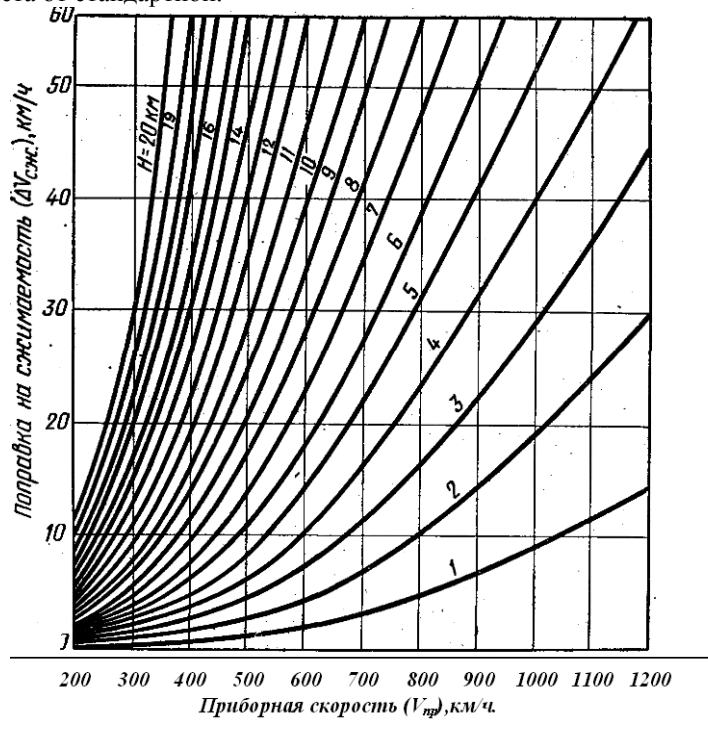

Рис. 4. График поправок на изменение сжимаемости воздуха.
При скорости полета примерно  $350 \text{ км/ч}$  воздух впереди самолета сжимается, его плотность и, следовательно, скоростной напор увеличиваются. На малых высотах ошибка вследствие сжимаемости воздуха  $\Delta V_{сж}$  незначительна, но с увеличением высоты и скорости полета она заметно возрастает. Поправка на изменение сжимаемости воздуха определяется с помощью графика (Рис. 4) или по специальной шкале навигационного расчетчика. При расчете истинной скорости эта поправка всегда вычитается, а при расчете приборной скорости - прибавляется.
2. Из графика (см. Рис. 4) находим поправку на изменение сжимаемости  $\Delta V_{сж} = 13 \text{ км/ч}$  и учитываем ее: